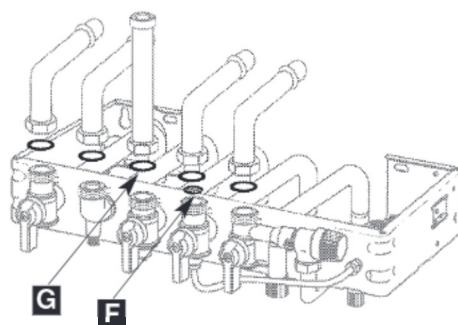

Fig.12
- mettre en place les différents joints, **G (caoutchouc) sur le gaz, plus le filtre eau F sur l'eau froide**, et serrer les raccords des tubes de liaison en commençant par le tube gaz (fig. 12)